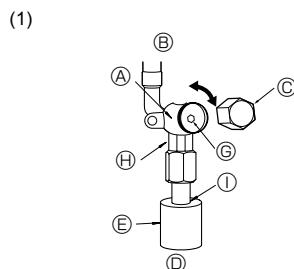
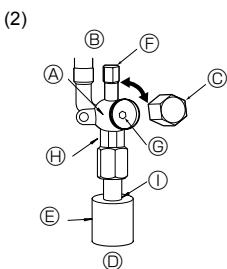

Fig. 4-5
Fig. 4-6
(1) Plíeurá aériou P100-P140 (Fig. 4-5)
- ① Byálate tui katáki kai píriostrepté tui stélechos tui balbíðas píros tui ariostéreá éwos tui térmou xroismotopoíounas éna exágawnikou kliedi 5 xlót. Stámatíste na píriostrepté éwos ótou tui pítas sti anastalítikē.
② Bebáiwátheite óti tui balbíðia diakopítis éinai evntelás anoiyti, kai píriostreftas etapaváféraste tui katáki tui arghikou tui thésti.
(2) Plíeurá ugrou P100-P140 (Fig. 4-6)
- ① Byálate tui katáki kai píriostrepté tui stélechos tui balbíðas píros tui ariostéreá éwos tui térmou xroismotopoíounas éna exágawnikou kliedi 4 xlót. Stámatíste na píriostrepté éwos ótou tui pítas sti anastalítikē.